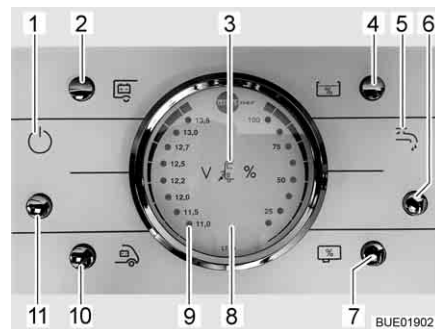

Fig. 141 Panneau de contrôle LT 96
La touche (Fig. 141,11) allume ou éteint le panneau de contrôle et l'alimentation 12 V de la cellule.
*Mise en marche :* ■ Appuyer sur la touche (Fig. 141,11) : L'alimentation 12 V de la cellule est assurée. Le voyant de contrôle (Fig. 141,1) s'allume.
*Mise hors service :* ■ Appuyer sur la touche (Fig. 141,11) : L'alimentation 12 V de la cellule est coupée. Le voyant de contrôle (Fig. 141,1) s'éteint.
Observer la graduation de gauche sur l'indicateur de charge/de niveau de réservoir (Fig. 141,8). L'indicateur s'éclaire automatiquement dès qu'une touche est pressée.
- Appuyer sur la touche (Fig. 141,10) : La tension de la batterie de démarrage est affichée.
- Appuyer sur la touche (Fig. 141,2) : La tension de la batterie de cellule est affichée.
Observer la graduation de droite sur l'indicateur de charge/de niveau de réservoir (Fig. 141,8). L'indicateur s'éclaire automatiquement dès qu'une touche est pressée.
- Appuyer sur la touche (Fig. 141,4) : Le niveau du réservoir d'eau est affiché.
- Appuyer sur la touche (Fig. 141,7) : Le niveau du réservoir d'eaux usées est affiché.
*Mise en marche :* ■ Appuyer sur la touche (Fig. 141,6) : L'alimentation en eau est activée. Le voyant de contrôle de la pompe à eau (Fig. 141,5) s'allume.
*Mise hors service :* ■ Appuyer sur la touche (Fig. 141,6) : L'alimentation en eau est désactivée. Le voyant de contrôle de la pompe à eau (Fig. 141,5) s'éteint.
Le voyant d'alerte rouge "ALARM" (alarme) (Fig. 141,9) clignote dès que la charge de la batterie de cellule descend en dessous de 11 V (mesurée en marche) et qu'il y a risque de décharge profonde des batteries.
Le voyant de contrôle 12 V (Fig. 141,1) s'allume dès que la touche principale 12 V (Fig. 141,11) est enclenchée.
Le voyant de contrôle 230 V (Fig. 141,3) s'allume si l'arrivée du bloc électrique est sous tension de réseau.